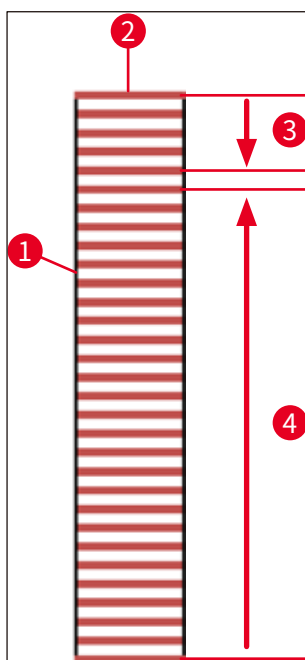

图 74
为了避免载玻片在处理过程中变干,前 5 个载玻片始终先进行盖片。然后玻片架向上移动,继续为其中的最后一个载玻片盖片 (→ 图 74)。
- 已插入载玻片(→图 74-2)的玻片架(→图 74-1)示意图(→图 74)显示了处理顺序。